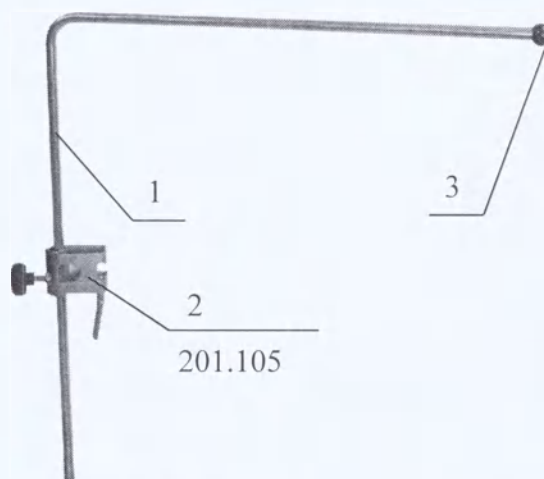

Рисунок 1. Экран наркозный.
1. Экран наркозный экран для анестезии). Рисунок 1. Изготовлен из нержавеющей стали, регулируется по высоте, для крепления на направляющих стола укомплектован радиальным зажимом 201.101. Максимальная допустимая нагрузка — 3 кг.